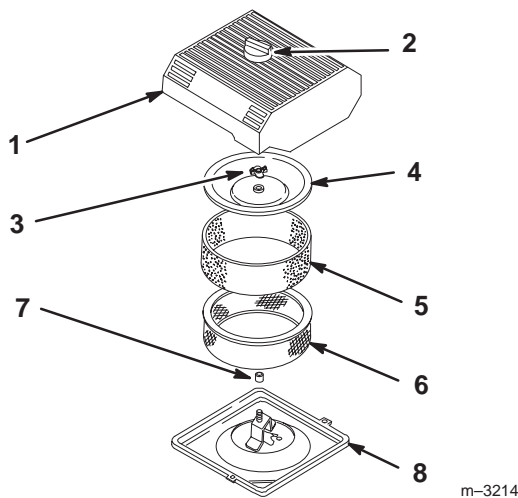

Figure 24
3. Nettoyez la surface autour du filtre à air pour éviter que des impuretés s'introduisent dans le moteur et l'endommagent (Fig. 24).
4. Desserrez le bouton sur le couvercle du filtre à air et déposez le couvercle (Fig. 24).
5. Glissez délicatement l'élément en mousse hors de l'élément en papier (Fig. 24).
6. Dévissez l'écrou du couvercle et déposez le couvercle et l'élément en papier (Fig. 24).
1. Glissez délicatement l'élément en mousse sur l'élément en papier (Fig. 24).
3. Vissez l'écrou à la main contre le couvercle (Fig. 24).
4. Reposez le couvercle du filtre à air et le bouton (Fig. 24).